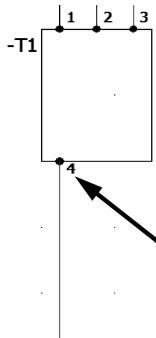

图 2-12 绘制保护线
**步骤5 更新黑盒** 单击【绘制单线】类型，选择线型【N L1 L2 L3】，在黑盒端子 1 另一侧的下方绘制【保护线】，如图 2-12 所示。右击黑盒，在关联菜单中选择【更新黑盒】，这将会在连接的地方自动添加新的回路和端子。